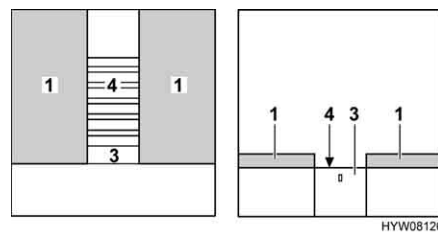

Fig. 114 Durante la transformación
- Si está montado un bloqueo en el dispositivo de extracción (Fig. 114,3): meter la mano atrás del panel y desbloquear el dispositivo de extracción.
- Extraer completamente el somier (Fig. 114,4) o bien la prolongación con el dispositivo de extracción.